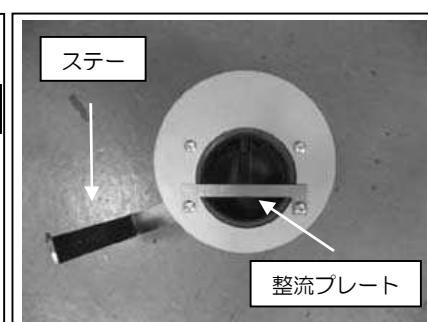

図5
- ②エアフロアダプター、アダプター、整流プレート、ステー、カラーを図5、6を参考に組み立てます。ステー取り付け部にはボタンボルト M6×50 を使用します。それ以外の部分にはボタンボルト M6×20 を使用します。